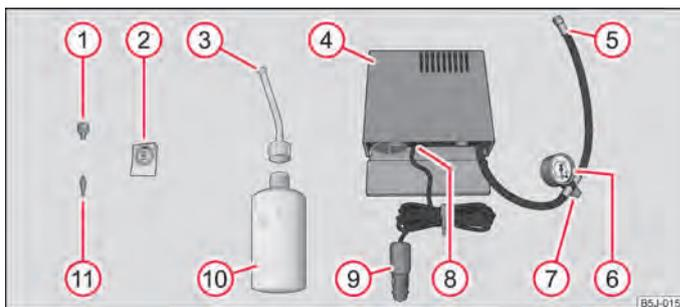

Fig. 141 Componenti del kit per la riparazione degli pneumatici
- Incollare l'adesivo ② ⇒ fig. 141 sulla plancia strumenti, nel campo visivo del conducente.
- Servendosi dello svitatore per inserti valvola ① svitare l'inserto valvola e riporlo in un luogo pulito.
- Agitare energicamente alcune volte la bombola di riempimento dello pneumatico ⑩ ⇒ fig. 141.
- Avvitare stabilmente il tubo di gonfiaggio ③ sulla bombola di riempimento ⑩ girando in senso orario. La pellicola presente sulla chiusura si rompe automaticamente.
- Rimuovere il tappo dal tubo di gonfiaggio ③ ed inserire a fondo l'estremità aperta sulla valvola di gonfiaggio dello pneumatico.
- Tenere la bombola ⑩ con il fondo rivolto verso l'alto e lasciare che tutto il sigillante della bombola fluisca nello pneumatico.
- Riavvitare l'inserto valvola con l'avvitatore per inserti valvola ① nella valvola di gonfiaggio dello pneumatico.
- Avvitare saldamente il tubo flessibile di gonfiaggio pneumatico ⑤ ⇒ fig. 141 del compressore aria alla valvola di gonfiaggio dello pneumatico.
- Verificare che la vite di scarico aria ⑦ sia chiusa.
- Inserire la spina ⑨ nella presa da 12 volt ⇒ pagina 65.
- Attivare il compressore aria con l'interruttore ON-OFF ⑧.
- Se non è possibile raggiungere una pressione pari a 2,0 - 2,5 bar, svitare il tubo flessibile ⑤ dalla valvola di gonfiaggio dello pneumatico.
- Riavvitare saldamente il tubo flessibile di gonfiaggio pneumatico del compressore aria ⑤ alla valvola di gonfiaggio e ripetere l'operazione di gonfiaggio.